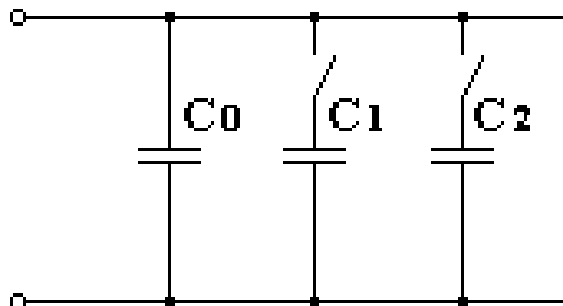

Рисунок 3.4 - Принципиальная схема блока конденсаторов
1.9 Установить максимальное значение емкости C на схеме (рисунок 3.4), для чего все тумблеры на блоке конденсаторов включить.